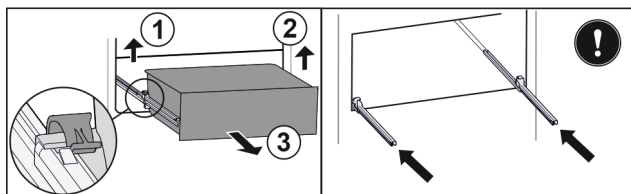

Fig. 142
- Zvedněte levou svorku a současně vytáhněte zásuvku vlevo dopředu. Fig. 142 (1)
- Zvedněte pravou svorku a současně vytáhněte zásuvku vpravo dopředu. Fig. 142 (2)
- Vyjměte zásuvku dopředu. Fig. 142 (3)